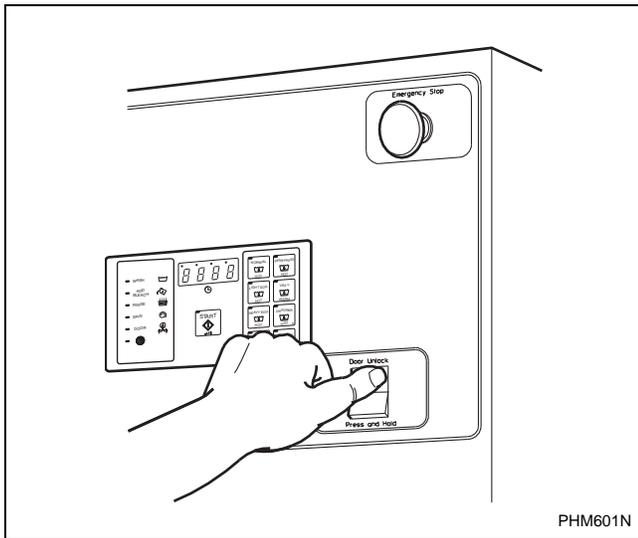

Figura 28
2. Oprima y sostenga oprimido con la mano izquierda el botón para quitar el seguro de cierre de la puerta que está en la parte derecha inferior de la parte delantera del tablero de control. Consulte la *Figura 28*.